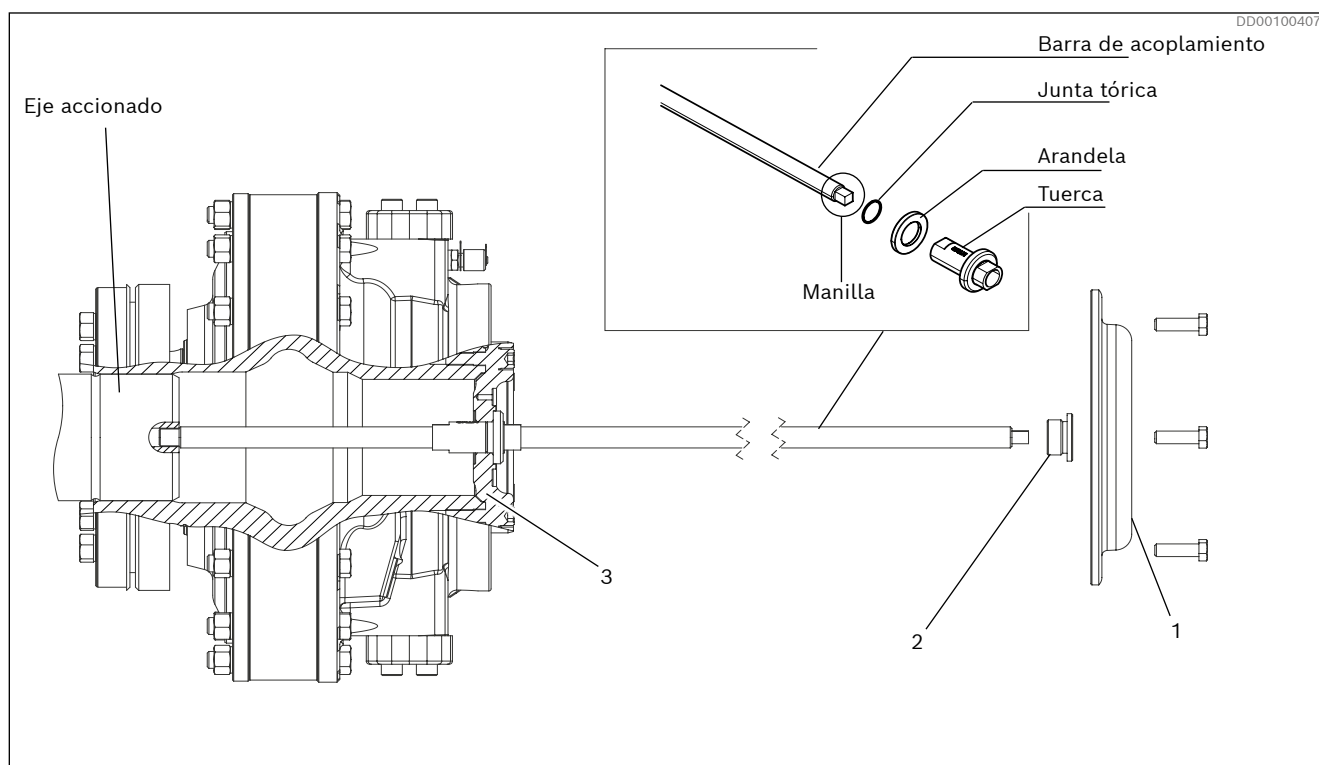

Fig. 36: Instalación del motor de acoplamiento con la herramienta de montaje
2. Retire la cubierta del extremo (1) junto con los tornillos y las arandelas.
5. Instale la herramienta de montaje pasando la barra de acoplamiento por el centro del motor, y atorníllela al eje accionado utilizando la manilla de la llave que hay en el extremo de la herramienta de montaje. Coloque la arandela y después la tuerca bien apretadas en el retenedor del rodamiento (3). Ver Fig. 36.